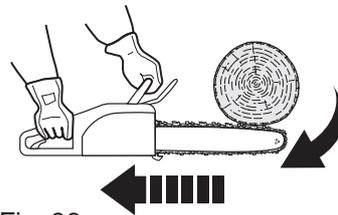

Fig. 36
- > Si la chaîne de la scie (3) se coince en haut de la barre de guidage (4), cette dernière risque d'être projetée rapidement vers l'opérateur (Fig. 36).